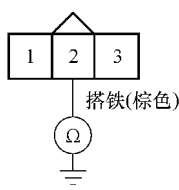

图 4-29 测试点火线圈 2 号端子与车身搭铁之间的导通性
5) 将点火开关转至 LOCK (0) 位置。
6) 如图 4-29 所示, 检查故障气缸的点火线圈 3 号端子与车身搭铁之间的导通性, 是否导通?